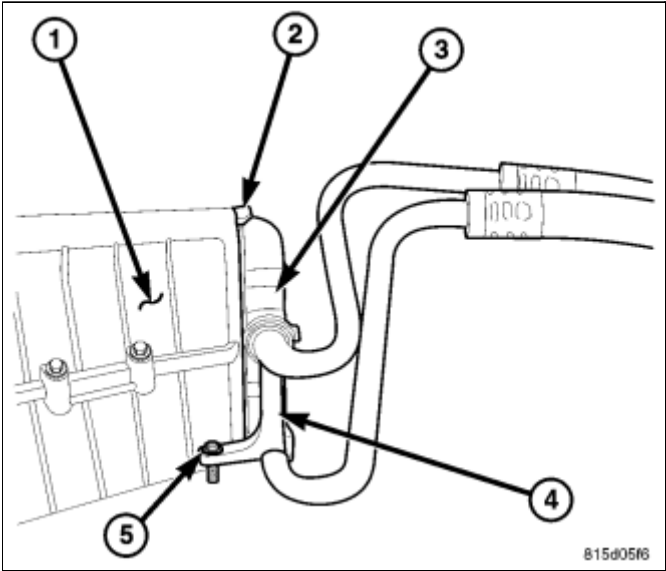

图 2 后部加热器芯和支架
- 5. 拆下将后部加热器芯支架固定到后部HVAC布风箱上的螺钉(图 2)。